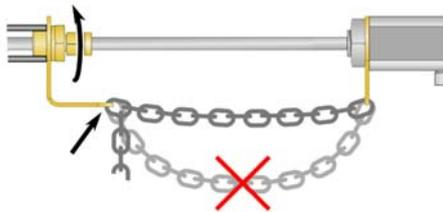

Abbildung 4: Sicherheitskette montieren
- Vor der Beaufschlagung mit Druck ist die Sicherheitskette zu verschließen. Der Verschluss soll so eingehängt werden, dass die Kette so wenig als möglich durchhängt (siehe Abbildung 4).
- Überwurfmutter der Durchgangsverschraubung fest angezogen, Sicherheitskette korrekt installiert (siehe Abbildung 4)